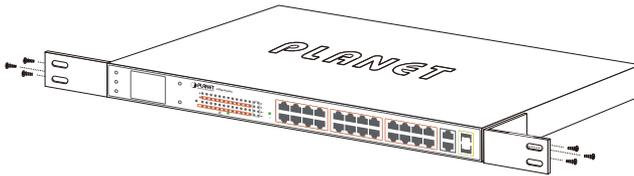

Figura 3-2: Conexión de los soportes al conmutador PoE + 802.3at
**Paso 2:** Coloque un soporte de montaje en rack a cada lado del conmutador PoE + 802.3at con los tornillos suministrados adjuntos al paquete. La Figura 3-2 muestra cómo conectar los soportes a un lado del conmutador 802.3at PoE +.